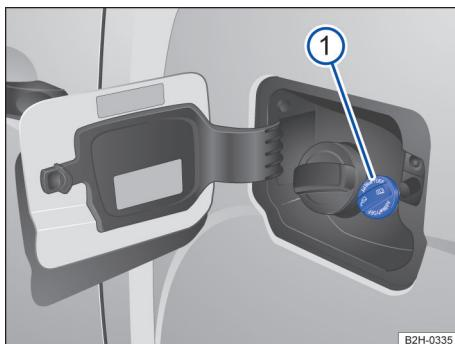
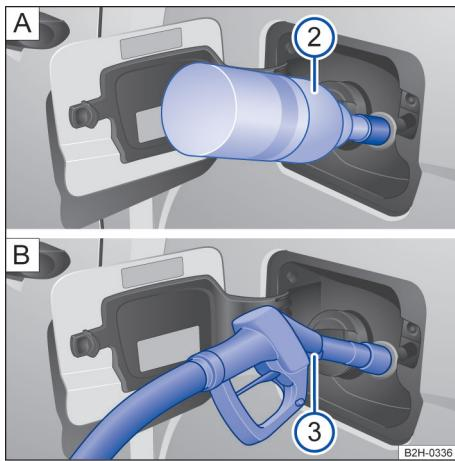

Fig. 140 Atrás da portinhola do tanque: tampa do tanque para AdBlue.
Fig. 141 Atrás da portinhola do tanque: abastecer AdBlue com o frasco de reabastecimento ou **A** com a bomba de combustível **B**.
Legenda para Fig. 140 e Fig. 141:
O bocal de abastecimento de AdBlue® se encontra atrás da portinhola do tanque, ao lado do bocal de abastecimento de combustível → Fig. 140.
- Colocar o frasco de reabastecimento no bocal de abastecimento de AdBlue® e apertar o frasco de reabastecimento com a mão → Fig. 141 [A].
- O reservatório de AdBlue® está cheio quando não fluir mais AdBlue® do frasco de reabastecimento → ①.
- Segure o manípulo da bomba de AdBlue® para baixo para garantir o abastecimento ideal → Fig. 141 [B].
- O tanque de AdBlue® está cheio assim que a bomba de combustível se desliga pela primeira vez → ①.